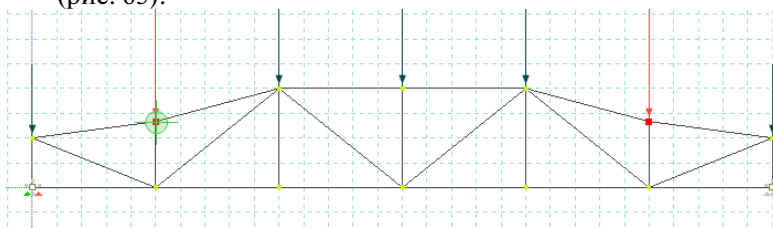

Рис. 65. Перемещение узлов по оси Z
- Аналогично проводим подобную операцию для других узлов (рис. 65).